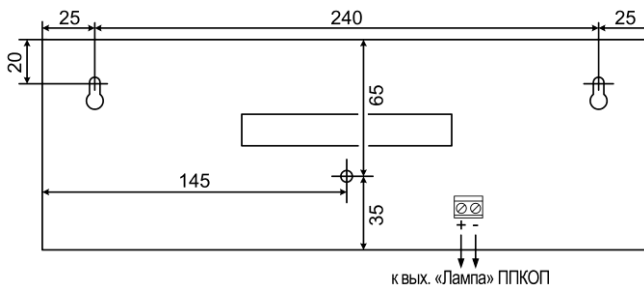

Рис.1 Задняя стенка. Присоединительные размеры
- Подключите провода питания к клеммной колодке оповещателя, соблюдая полярность, указанную на плате (рис. 1).